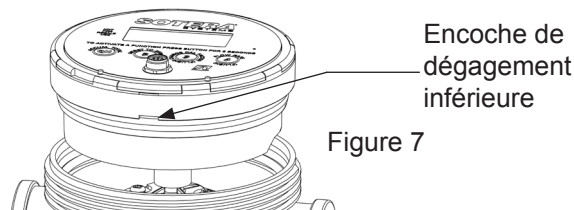

Figure 7
3. Insérer un tournevis plat dans l'encoche inférieure (voir figure 7) et le tourner pour dégager la tête du compteur (repère 6).